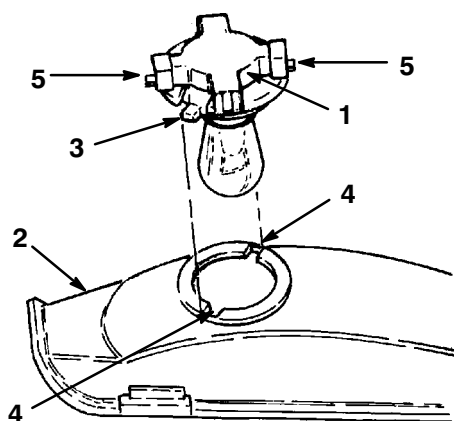

Abbildung 51
3. Die Birnenfassung um 1/4 Umdrehung im Gegenuhrzeigersinn drehen und aus dem Reflektor nehmen (Abb. 51).
2. Die Birnenfassung hat zwei Zungen (Abb. 51). Die Zungen auf die Schlitz im Reflektor ausrichten, die Birnenfassung in den Reflektor einsetzen und im Uhrzeigersinn 1/4 Umdrehung bis zum Anschlag drehen.